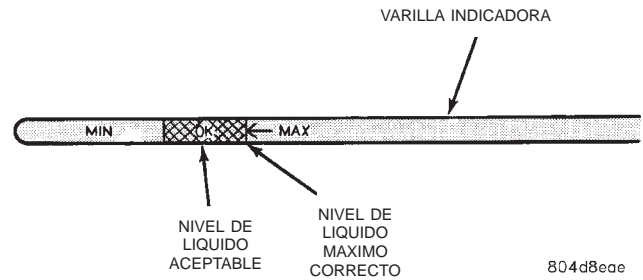

Fig. 13 Marcas de nivel de la varilla indicadora—Características
(1) Para que la verificación del nivel de líquido sea exacta, el líquido de la transmisión debe estar a la temperatura de funcionamiento normal. Si fuera necesario, conduzca el vehículo para llevar el líquido a la temperatura normal de funcionamiento en caliente de 82°C (180°F).
(2) Emplace el vehículo sobre una superficie nivelada.
(3) Ponga en marcha y haga funcionar el motor a velocidad de ralentí de contén.
(4) Aplique los frenos de estacionamiento.
(5) Desplace momentáneamente la transmisión a todas las escalas de cambios. Vuelva luego a la posición de punto muerto.
(6) Limpie la parte superior del tubo de llenado y la varilla indicadora para evitar la entrada de suciedad al tubo.
(7) Retire la varilla indicadora (Fig. 13) y verifique el nivel de líquido de la siguiente manera: